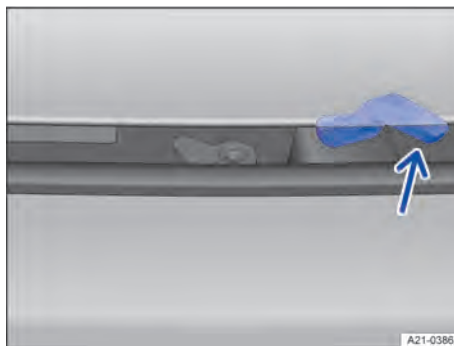

Fig. 193 Au-dessus de la grille de calandre : levier de commande du capot avant
3. Soulevez légèrement le capot avant et poussez simultanément le levier de commande dans le sens de la flèche → fig. 193 pour ouvrir complètement le capot avant.